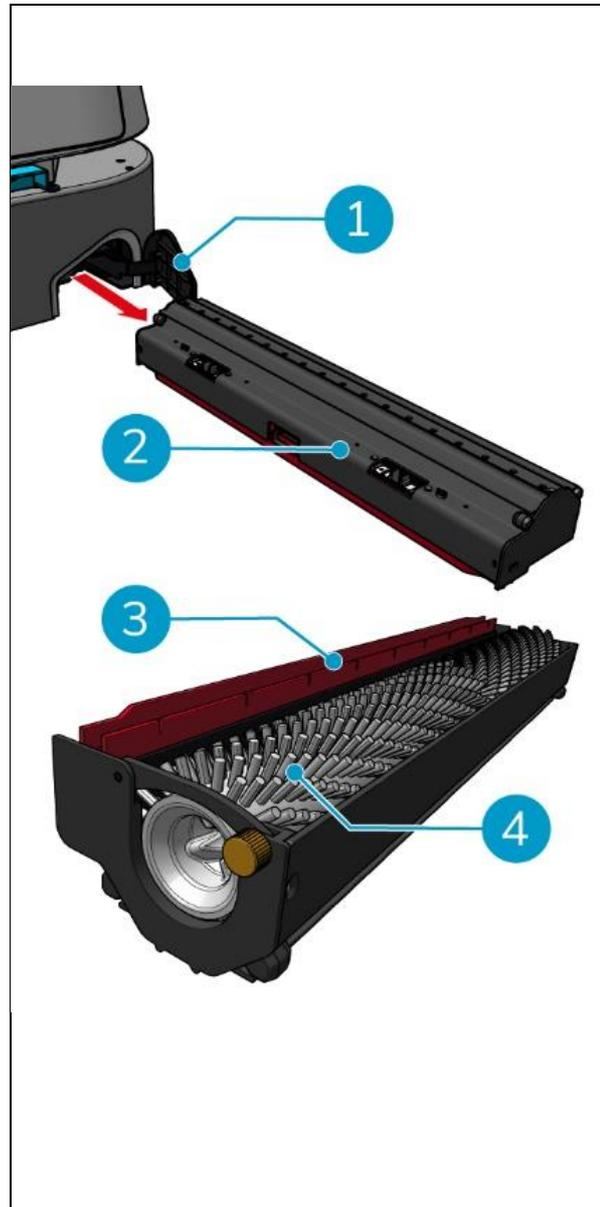

Figure 33
1. Ouvrez le couvercle du compartiment du porte-brosse et de la raclette (Figure 33, pos. 1).
2. Sortez la brosse à rouleau et le support de la raclette du compartiment. (Figure 33, pos. 2), le long du rail latéral supérieur.
4. Vérifier si les lames de la raclette (Figure 33, pos. 3) sont propres et intacts.
6. Vérifier si la brosse du rouleau (Figure 33, pos. 4) est propre et intact.